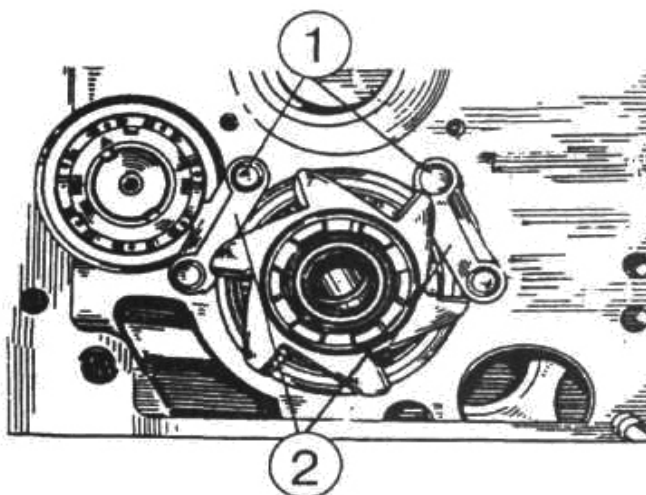

Рисунок 4.54
4) отверните болты (1) (рисунок 4.54) и снимите стопорные планки (2);